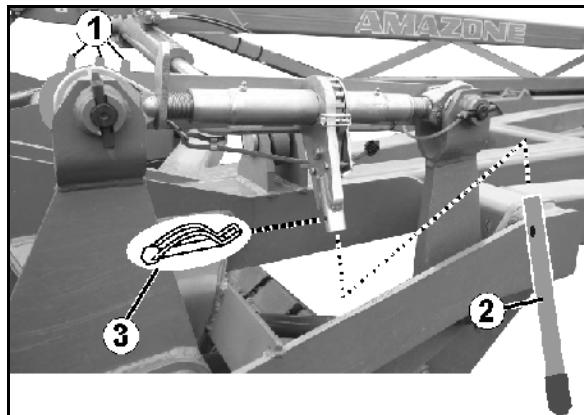

Fig. 56
Ved justering av spindlene til samme lengde vil skalaen være nyttig (Fig. 56/1).
2. Fest håndspaken (Fig. 56/2) med splinten (Fig. 56/3) til skrallen (Fig. 56).